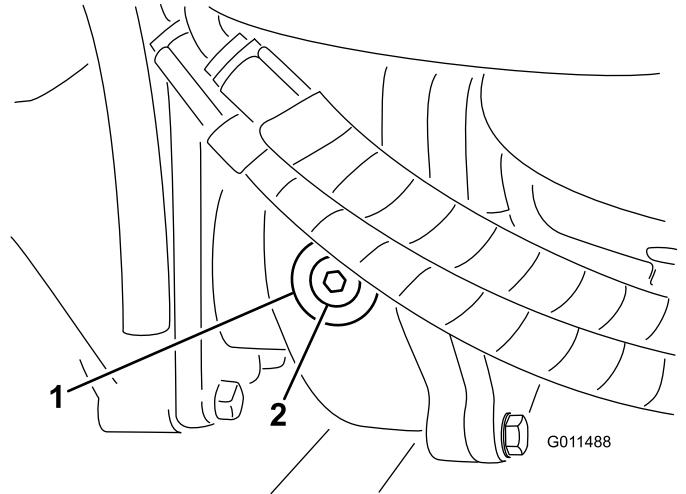

Figura 86
2. Retire el tapón de verificación/llenado del lado izquierdo de la caja de engranajes y asegúrese de que el lubricante llega al borde inferior del orificio (Figura 86).